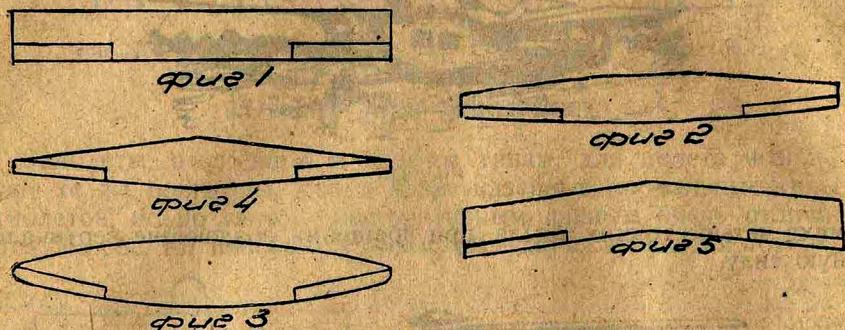

Рис. 113.
- 1) крылья прямоугольного контура, с различными очертаниями краев (рис. 113, фиг. 1);